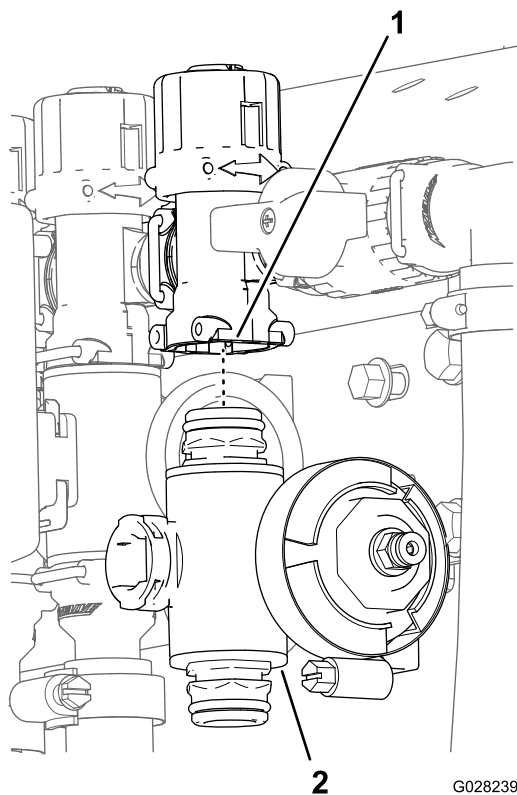

図 121
3. 左ブームまたは右ブームバルブの場合は、バルブをバルブマウントに固定しているフランジヘッドボルトとフランジロックナットを外してバルブマニホールドを機体から取り出す。右ブームバルブの場合は、機体からブーム用のバルブマニホールドを取り出す 図 121。